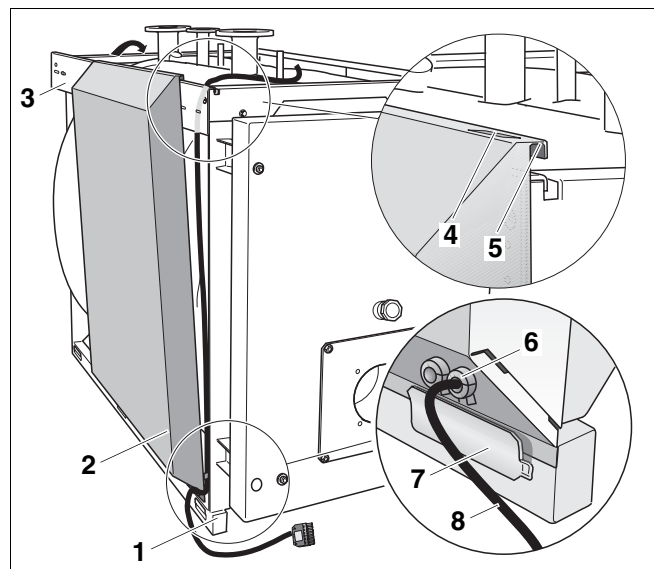
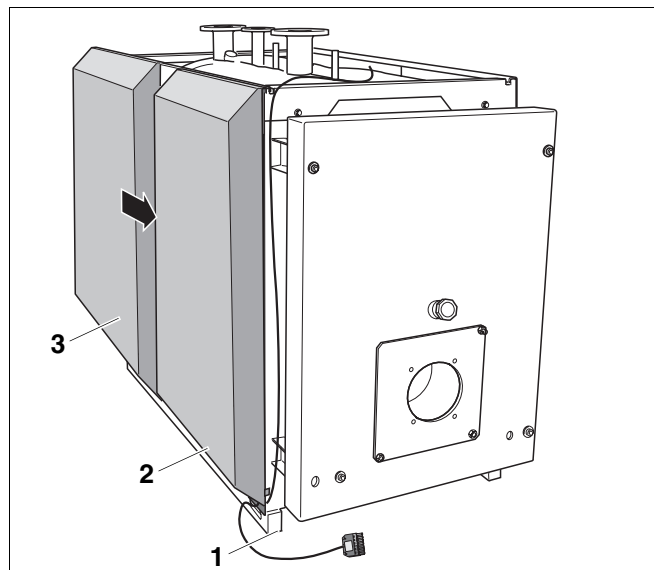

Рис. 23 Установка передней левой боковой стенки
Рис. 25 Установка задней левой боковой стенки
- Провести кабель горелки с фиксатором провода (рис. 23, **поз. 8**) со стороны шарнира под боковой траверсой (рис. 23, **поз. 3**) до рамы корпуса котла (рис. 23, **поз. 1**).
- Приставить переднюю левую боковую стенку (рис. 23, **поз. 2**) (если дверь навешивается справа – правую боковую стенку ) к корпусу котла.
- Кабель горелки с фиксатором провода (рис. 23, **поз. 8**) провести через кабельный проход (рис. 23, **поз. 6**) передней левой боковой стенки (рис. 23, **поз. 2**). Соединительный штекер горелки (большой) остается снаружи.
- Вырез передней левой боковой стенки (рис. 23, **поз. 4**) должен быть обращен к передней стенке котла.
- Переднюю левую боковую стенку (рис. 23, **поз. 2**) установить сзади язычков на раме котла (рис. 23, **поз. 7**).
- Подвесить переднюю левую боковую стенку (рис. 23, **поз. 2**) с отбортовкой (рис. 23, **поз. 5**) на боковую траверсу (рис. 23, **поз. 3**).
- Сдвинуть переднюю левую боковую стенку (рис. 23, **поз. 2**) назад таким образом, чтобы она прилегала к боковой траверсе (рис. 23, **поз. 3**).
Для упрощения монтажа задней левой боковой стенки (рис. 25, поз. 3) ее можно подвесить не вплотную к передней левой боковой стенке (рис. 25, поз. 2).
- Установите заднюю левую боковую стенку так, чтобы она несколько выступала за заднюю стенку котла (рис. 25).
- Вырез задней левой боковой стенки должен быть обращен к задней стенке котла (рис. 23, стр. 31).
- Установить заднюю левую боковую стенку (рис. 25, поз. 3) за язычки на раме котла (рис. 23, стр. 31).
- Подвесить заднюю левую боковую стенку (рис. 25, поз. 3) с отбортовкой (рис. 23, стр. 31) на боковую траверсу (рис. 23, стр. 31) и продвинуть ее вперед к передней левой боковой стенке (рис. 25, поз. 2).